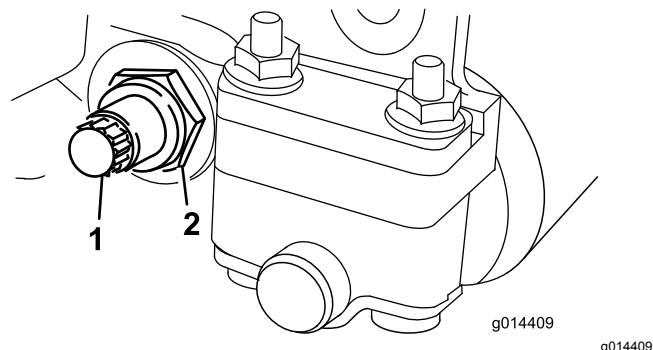

Figura 23
3. Su ciascun lato della macchina, allentare il dado di bloccaggio che fissa il bullone della barra di appoggio (Figura 23).
4. Togliete i bulloni della barra di appoggio perché quest'ultima possa essere tirata in giù e tolta dalla macchina (Figura 23).